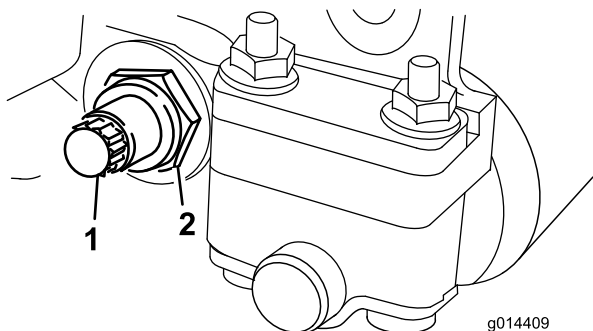
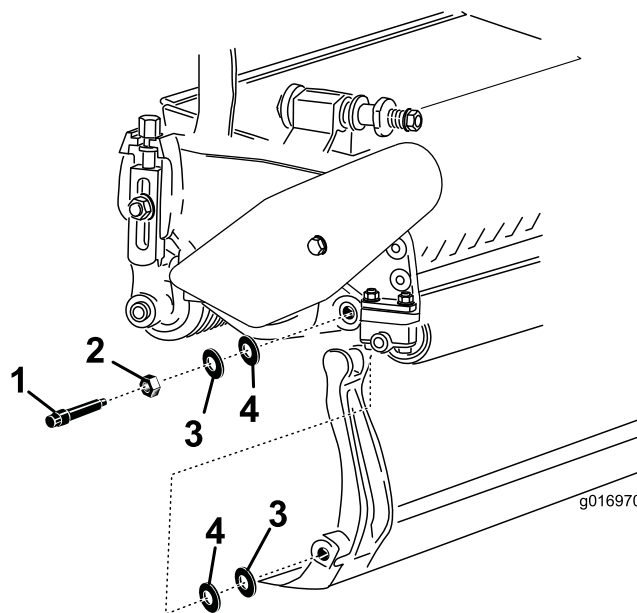

Figure 17
Figure 18
3. De chaque côté de la machine, desserrez le contre-écrou de fixation du boulon de la barre d'appui (Figure 17).
4. Retirez les boulons de la barre d'appui afin de pouvoir abaisser la barre et la déposer du boulon de la machine (Figure 17). Mettez de côté les 2 rondelles en nylon et les 2 rondelles en acier estampé situées de chaque côté de la barre d'appui (Figure 18).
2. Fixez la barre d'appui sur chaque plaque latérale avec les boulons (munis d'écrous) et 4 rondelles (8 en tout). Placez une rondelle en nylon de chaque côté du bossage de la plaque latérale. Placez une rondelle en acier à l'extérieur de chaque rondelle en nylon (Figure 18).